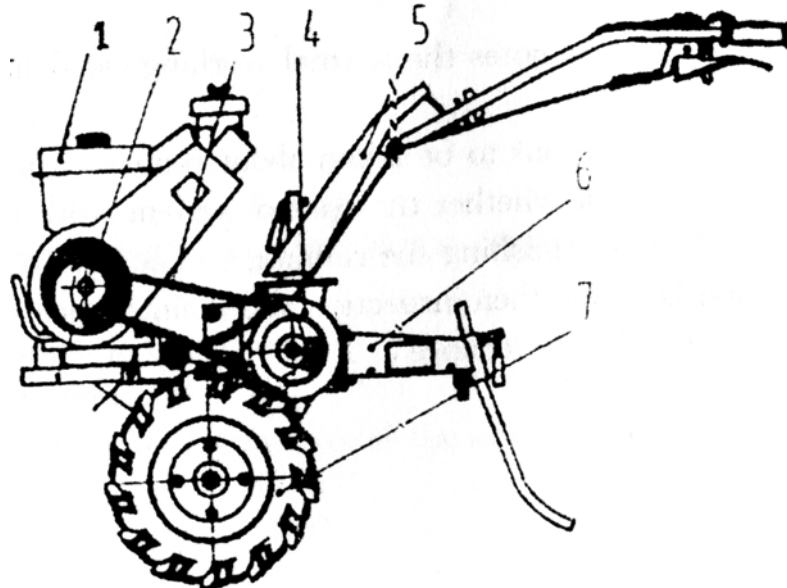

Рисунок 1. Внешний вид мотоблока МБ -2М
1. Внешний вид и название основных деталей и сборок (рис.1)